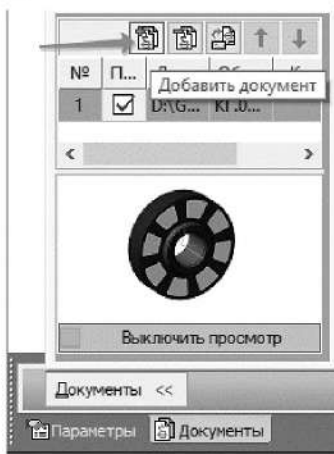

Рисунок 4.60. Добавление документа
3.5.3 На инструментальной панели окна подключенных документов нажмите кнопку **Добавить документ**  (рисунок 4.60).